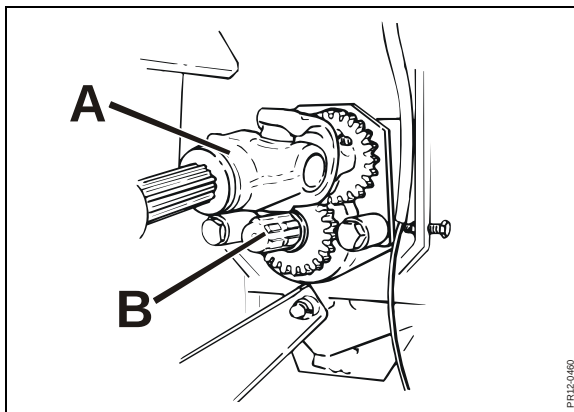

Fig. 5-4
- Fig. 5-4** 2) Flyt KO-akslen **A** til rotoren til den alternative tap i **pos. 1**, hvor tandhjulene ikke